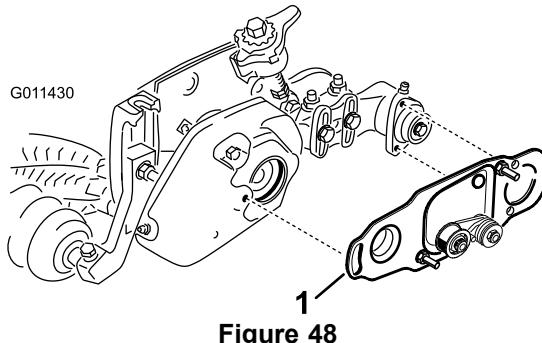

Figure 48
- Si une brosse de rouleau est montée, vérifiez que la plaque de la brosse (Figure 48) est parallèle à la plaque du plateau de coupe et qu'elle est complètement insérée dans les rondelles de caoutchouc.